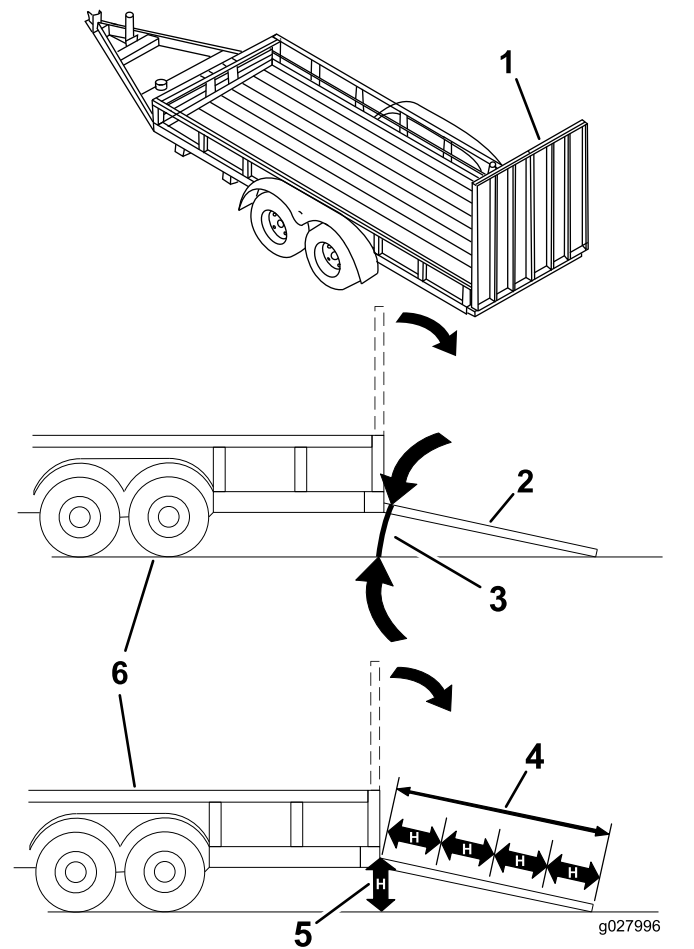

Bild 37
Das Laden einer Maschine auf einen Anhänger oder einen Lastwagen erhöht die Umkipppgefahr und könnte schwere oder tödliche Verletzungen verursachen (Bild 37).
3. Senken Sie die Rampe ab und stellen Sie sicher, dass der Winkel zwischen der Rampe und dem Boden höchstens 15 Grad beträgt (Bild 37).